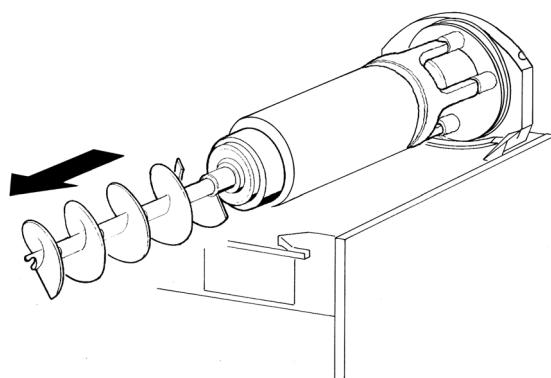
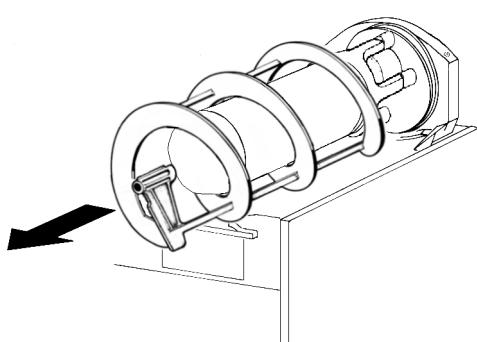

figure 8
figure 7
- 3** Enlever de l'évaporateur la spirale extérieure (voir figure 7) puis l'hélice intérieure (voir figure 8).